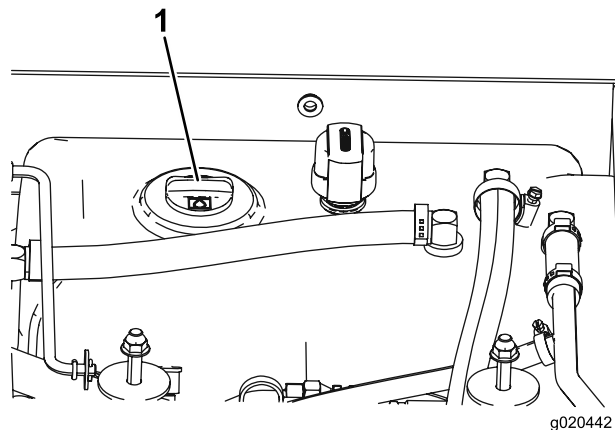

Figura 13
3. Limpie la zona alrededor del cuello de llenado y el tapón del depósito hidráulico (Figura 13). Retire el tapón del cuello de llenado.